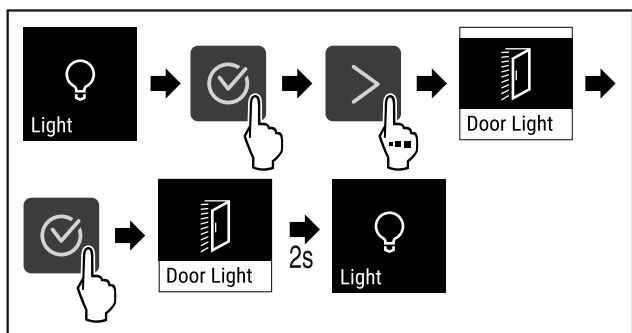

Fig. 87
- ▶ Végezze el a gyakorlati lépéseket (lásd Fig. 87).
- ▶ Hajtsa végre a művelet lépéseit (lásd Fig. 87).